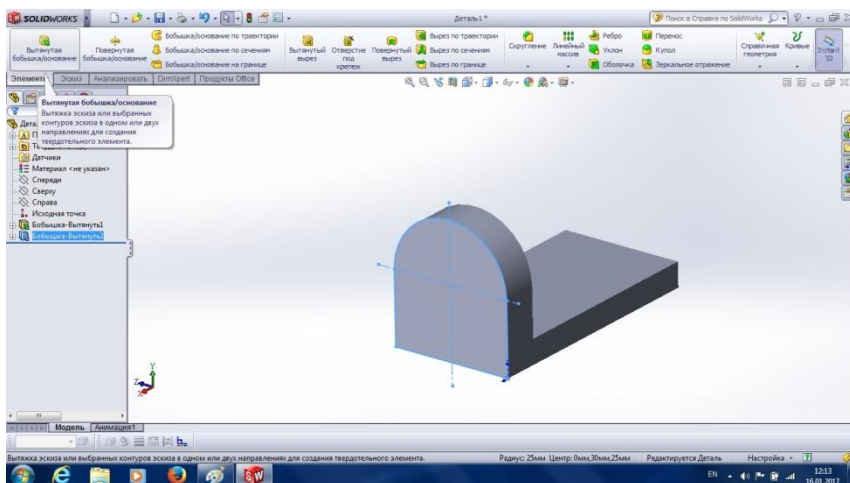

Рис. 3.8
10. Командою **Витягнута Бобишка** будемо другий елемент деталі (рис. 3.8).